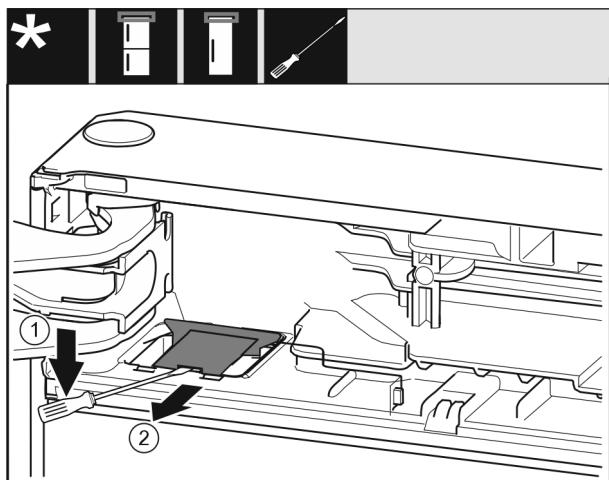

Fig. 11
► 使用带槽螺丝刀松开盖板 Fig. 11 (1)。
► 取出盖板 Fig. 11 (2)。